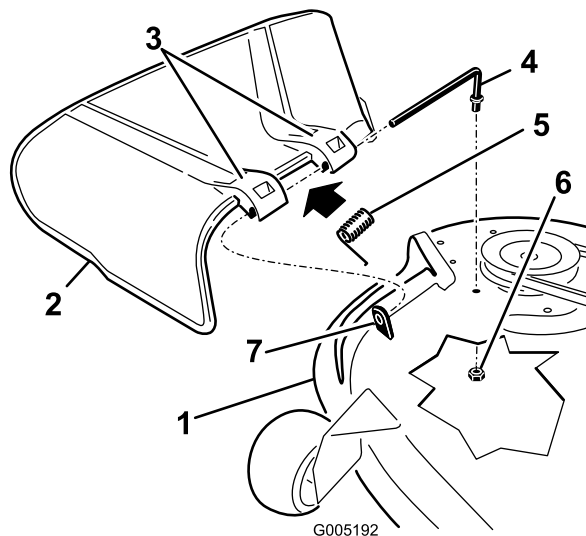

Figura 59
- Retire la tuerca (3/8") de la varilla (debajo del cortacésped) (Figura 59).
- Retire la varilla del espaciador corto, muelle y deflector de hierba (Figura 59).
4. Vuelva a colocar el deflector de hierba (Figura 59).
7. Deslice la varilla por el segundo soporte del deflector de hierba (Figura 59).
9. Sujete el extremo trasero de la varilla al cortacésped con una tuerca (3/8 pulgada), según se muestra en Figura 59.